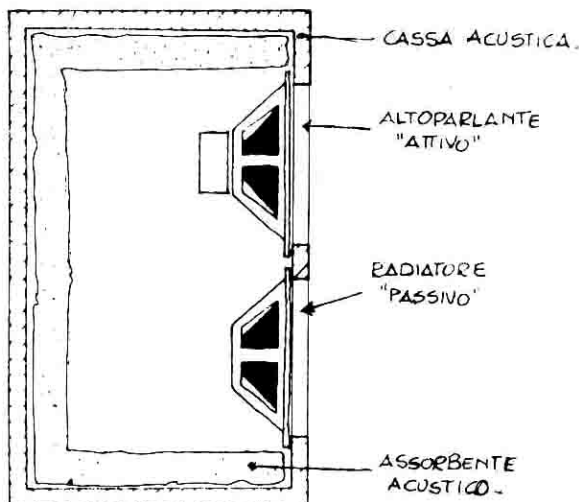

Fig. 54 - Costituzione del «reflex passivo» (sezione verticale).
3.5 - Il «bass-reflex con radiatore passivo» (o «bass-reflex meccanico» o «reflex passivo») Fig. 54